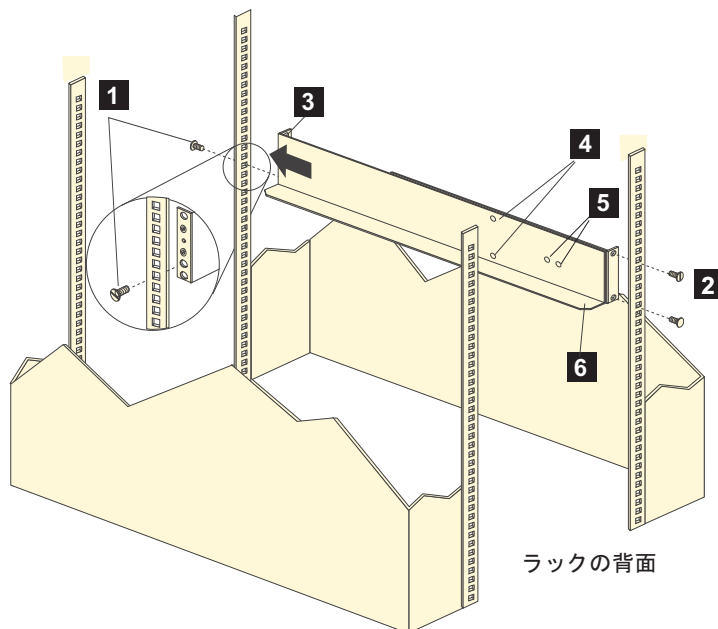

図 11. サポート・レールの取り付け
注: これらのステップを実行する際は、30 ページの図 11 を参照してください。
注: サポート・レールは「左」または「右」といったマークはされていません。しかし、個々のレールは、ラック・キャビネットの 1 つの側にのみ、正しくマウントできるようになっています。レールは調整ピンでラックの背面に取り付ける必要があります。30 ページの図 11 に左のサポート・レールの取り付けが示されています。
2. 4 個のねじをレールから取り外します (それぞれのレールの 2 個のねじ)。30 ページの図 11 の **4** を参照してください。これらのねじを取り外さないと、ストレージ拡張エンクロージャーはしっかり収まりません。